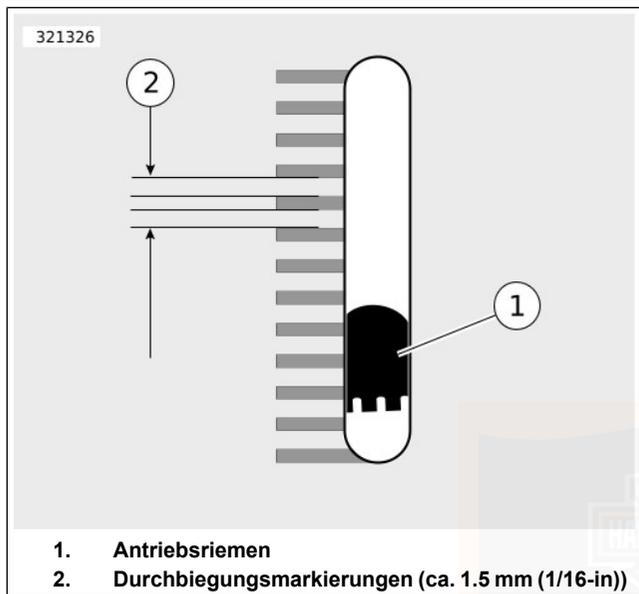

Abbildung 79. Sichtfenster der Riemendurchbiegung
- a. Den O-Ring (4) zur Null-Markierung (3) schieben.
- b. **Modelle mit Rahmendurchbiegungs-Sichtfenster:** Die Riemenhalterung (2) in einer Linie mit dem Riemendurchbiegungs-Sichtfenster an den unteren Teil des Antriebsriemens anlegen.
- c. **Alle anderen Modelle:** Die Riemenhalterung (2) gegen die Unterseite des Antriebsriemens auf halbem Wege zwischen den Antriebsriemensscheiben anordnen.
- d. Den Knopf (6) nach oben drücken, bis der O-Ring nach unten auf die Markierung 4,54 kg (10 lb) (5) rutscht; dort festhalten.
- a. **Modelle mit Riemendurchbiegungs-Sichtfenster:** Siehe Abbildung 79. Die Riemendurchbiegung durch das Riemendurchbiegungs-Sichtfenster messen und dabei das Prüfgerät ruhig halten. Jede Durchbiegungseinteilung entspricht ungefähr 1,6 mm (1/16 in) .